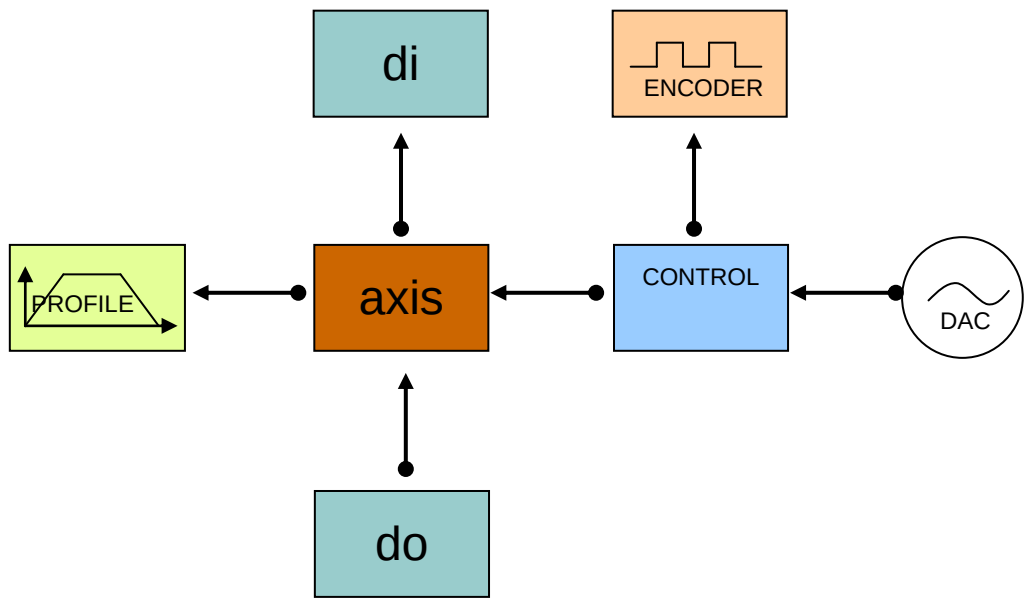

图 3-1-2 伺服控制
伺服控制方式的基本配置如图 3-1-2 所示。
3. control 关联选项：如果需要伺服闭环控制，应该使 control 与 axis 关联。默认为：不关联，及开环脉冲控制方式。关联之后，运动控制器会将相应编号的 encoder、dac、axis、control 关联在一起，如图 3-1-2 所示，此时，dac 的值将不能独立设置，如果调用 GT_SetDac()指令将会无效。